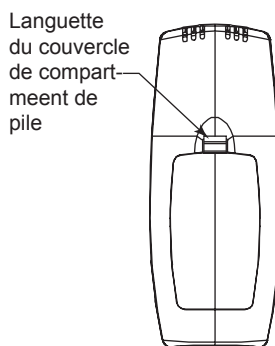

Fig. 58 Languette du couvercle de compartiment de pile
- Appuyez sur la languette du couvercle du compartiment de pile puis retirez le couvercle. (Fig. 58)
- Lorsque les trois (3) piles sont installées, la télécommande s'initialisera pendant 10 secondes après quoi elle sera prête à être utilisée.
- Les piles devraient être remplacées tous les six (6) mois ou lorsque l'indicateur de pile faible s'affiche.